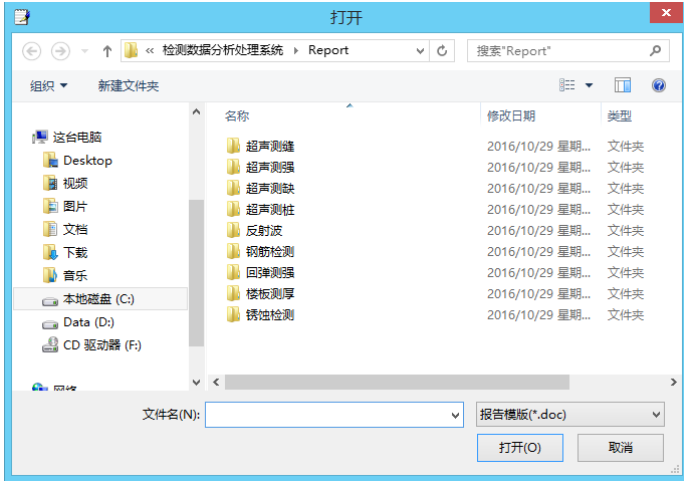

图 2.28 模版选择对话框
- 3) 点击**模版文件**右侧的**选择**按钮，弹出图 2.28 所示“打开文件”对话框，选择一个报告模板后点击**打开**按钮。